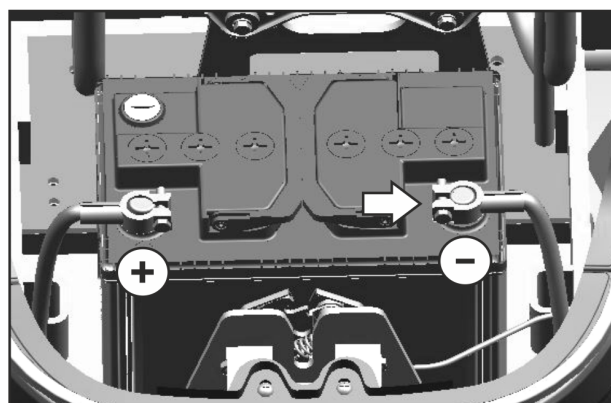

Fig. 5.18a
2. Retire a porca de orelhas (1, Fig. 5.18a) rodando-a no sentido anti-horário.